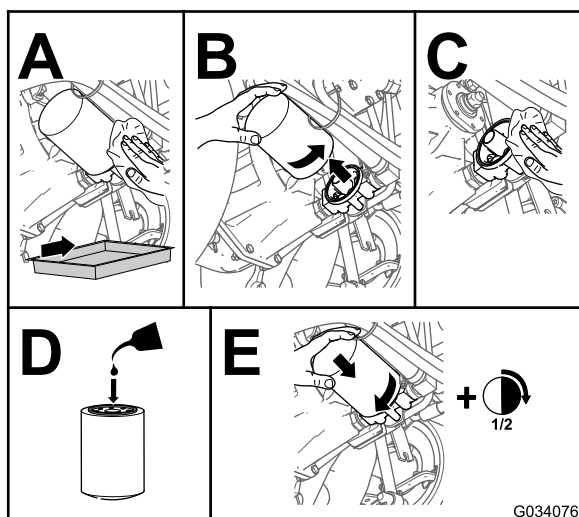

Figura 81
4. Substitua o filtro hidráulico (**Figura 81**).